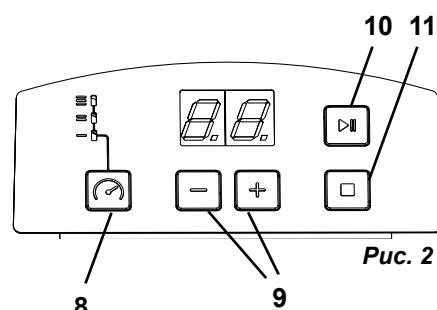

Рис. 2
⇒ Установить продолжительность чистки при помощи клавиш «+ / -» (9, Рис. 2) (установка от 0 до 30 мин.).
⇒ Клавишей выбора (8, Рис. 2) выбрать / настроить интенсивность.
- ⇒ Запуск очистительного процесса производится при помощи клавиши «старт / перерыв» (10, Рис. 2).
- Процесс обработки можно прекращать при помощи клавиши «стоп» (11, Рис. 2) в любое время до окончания времени чистки.
- ⇒ Прекратите процесс чистки нажатием клавиши «стоп» (11, Рис. 2).